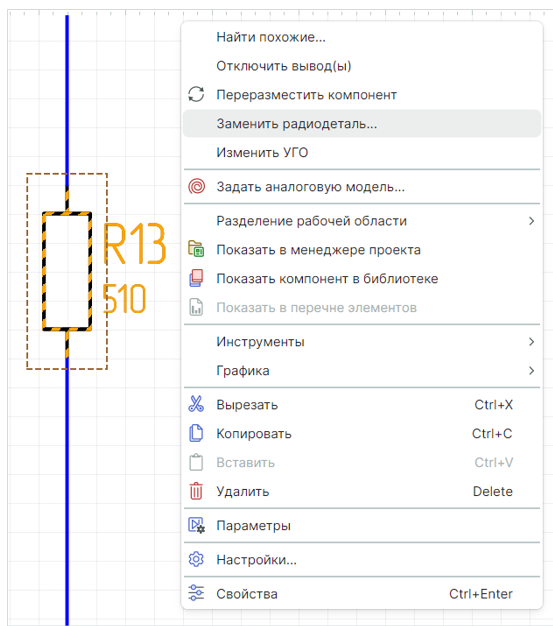

Рис. 104 Инструмент «Заменить радиодеталь»
2. Вызовите контекстное меню и выберите «Заменить радиодеталь», см. Рис. 104.